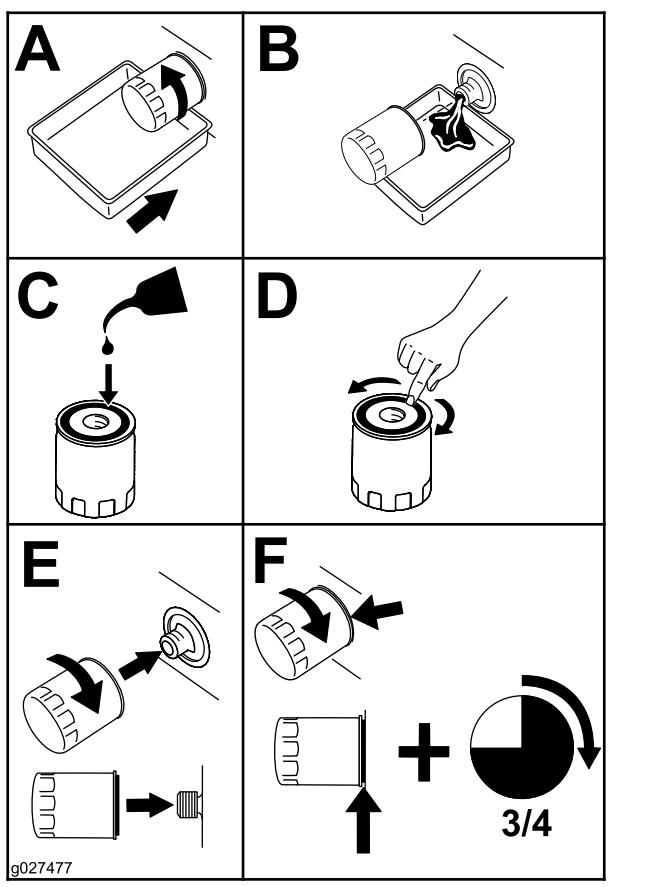

Figura 36
- Sustituya el filtro de aceite del motor (Figura 36).